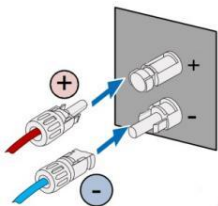

图 5.5 光伏直流组串接入逆变器
(1) 将已经接好光伏组串的正极和负极连接器接入逆变器直流接口的对应位置，确认紧固连接，如图 5.5 所示；
(2) 将直流连接器从逆变器拆卸时，用“—”字螺丝刀尖头部位插入连接器中部凸起的孔中，用力将连接器活动端退出即可。